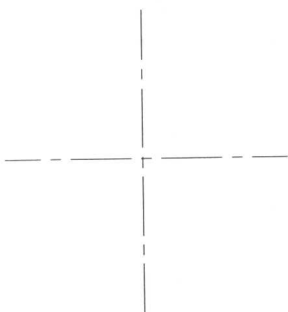
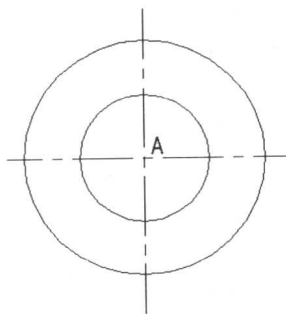

图 3-2
图 3-3
- ① 创建图形文件。选择【文件】/【新建】菜单命令，创建一个新的图形文件。
- ② 选择【格式】/【图层】菜单命令，依次创建“轮廓线”、“细点划线”以及“细实线”3个图层，并设置“轮廓线”的线宽为 0.5mm，设置“细点划线”图层的线型为“CENTER2”。
- ③ 将“细点划线”图层设置为当前图层，选择【直线】工具 绘制两条长度为 24 的线段，图形效果如图 3-2 所示。
- ④ 单击状态栏中的对象捕捉按钮，使其处于凹下状态，即可打开对象捕捉开关。
- ⑤ 将“轮廓线”图层设置为当前图层，选择【圆】工具 $\odot$ 绘制两个圆，图形效果如图 3-3 所示。